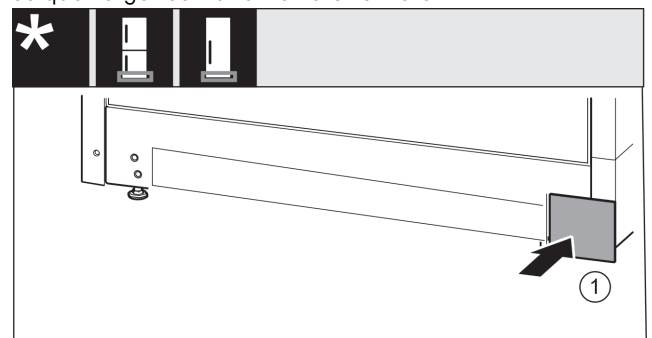

Fig. 19
- Remettre le cache Fig. 19 (1) en place de l'autre côté.